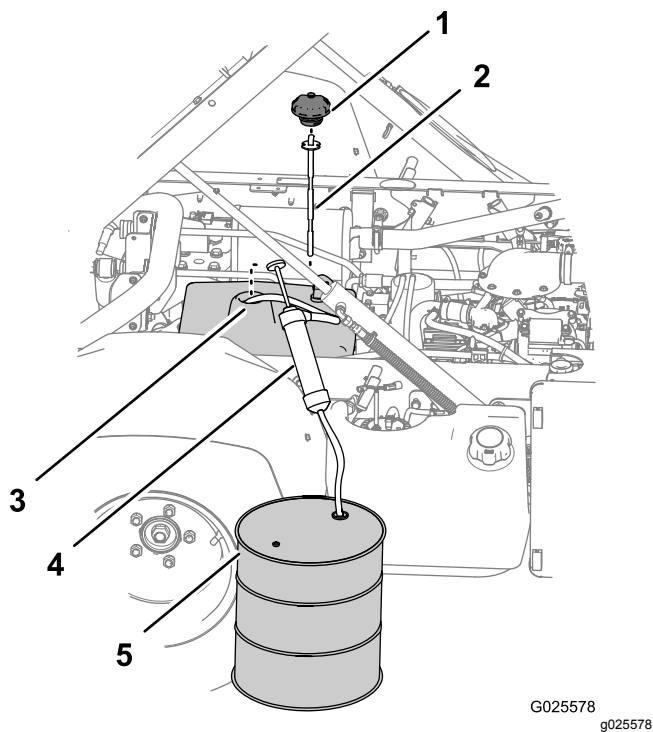

Figura 82
3. Retire a tampa e a vareta do tubo de enchimento do depósito hidráulico (Figura 82).
4. Encaminhe a mangueira de admissão do equipamento sifão através do tubo de enchimento do depósito hidráulico e até ao fundo do depósito (Figura 82).
5. Direcione a mangueira de descarga do equipamento sifão para um recipiente de recolha (Figura 82) com 11,4 litros de capacidade (modelo não TC) ou 19 litros de capacidade [Modelo não TC com o kit de fluido hidráulico de alto fluxo (opcional) ou modelo TC].
7. Retire o equipamento sifão do depósito hidráulico (Figura 82).
8. Adicione 7,5 litros (modelo não TC) ou 15,1 litros [modelo não TC com o kit de fluido hidráulico de alto fluxo (opcional) ou modelo TC] do fluido hidráulico especificado ao depósito hidráulico (Figura 82).
9. Instale a vareta e a tampa no tubo de enchimento do depósito hidráulico (Figura 82).